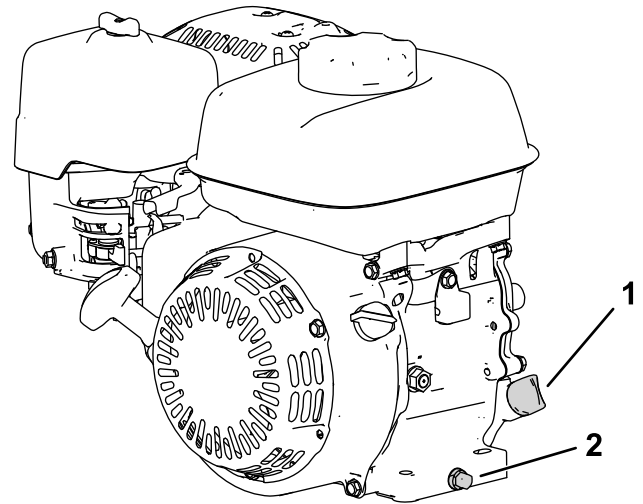

Figura 25
2. Posizionate la macchina in modo che il motore sia in piano e pulite la zona attorno al tubo di riempimento dell'olio (Figura 25).
- Togliete il tappo di spurgo, la rondella e l'asta di livello (Figura 25).